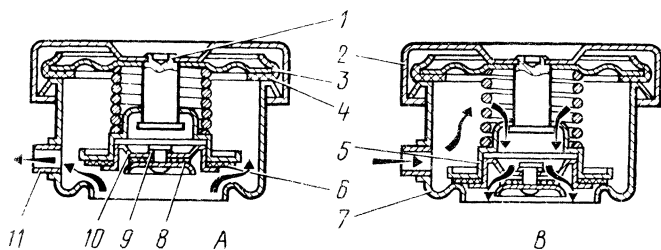

Рис. 22. Пробка радиатора:
**Пробка радиатора** (рис. 22), герметически закрывающая всю систему охлаждения, имеет два клапана: паровой, открывающийся при избыточном давлении 45–60 кПа (0,45–0,60 кгс/см2), и воздушный, открывающийся при разрежении 1–10 кПа (0,01–0,10 кгс/см2). Благодаря такому высокому давлению жидкость в системе начинает закипать только при температуре 109–112 °С.